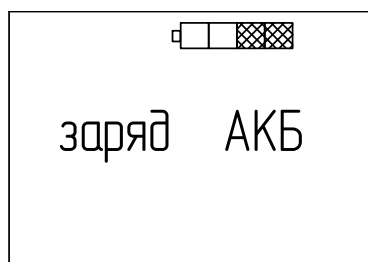

Рисунок 3.8 – Режим заряда батареи аккумуляторной
- индикатор перейдет в режим заряда батареи аккумуляторной, и на графическом дисплее отобразится сообщение «заряд АКБ» (рисунок 3.8). Значок уровня заряда батареи аккумуляторной будет периодически заполняться;